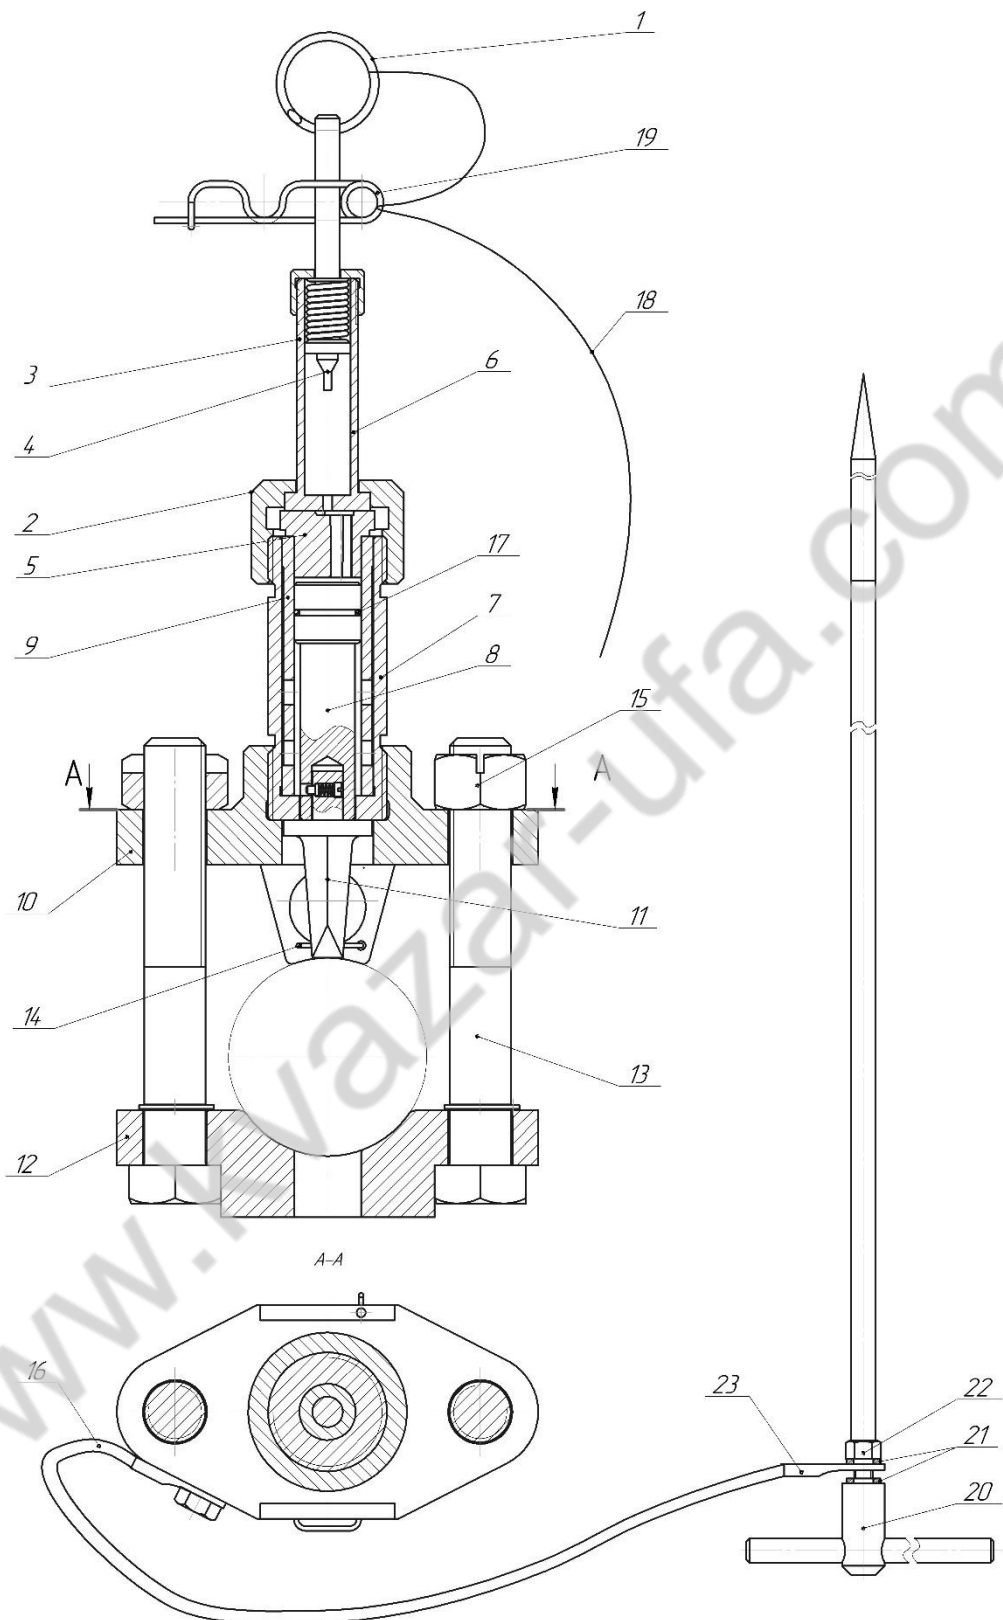

Рис.1 Устройство дистанционного прокола кабеля
Комплектность изделия может быть изменена по требованию заказчика. Внешний вид всего комплекта установки в развернутом виде схематически изображен на рис.1.
3.1. Устройство УДПК (см. рис.1) включает: